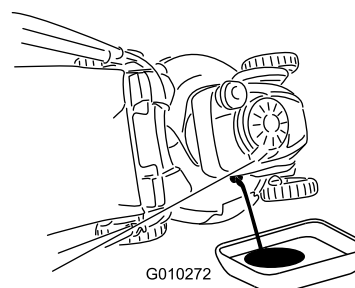

Рисунок 39
3. Переверните газонокосилку на одну сторону таким образом, чтобы воздушный фильтр был направлен вверх, для слива отработанного масла через маслозаливную горловину (Рисунок 39).